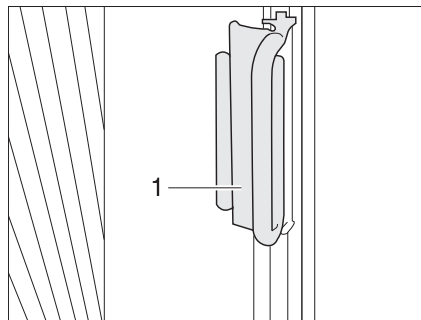

Fig. 23 Bloqueo de los estores plegables para la ventana del conductor/ del acompañante
- Empujar los estores plegables para la ventana del conductor y del acompañante con el tirador (Fig. 23,1) sobre la pieza sobrepuesta. El estor plegable queda asegurado.